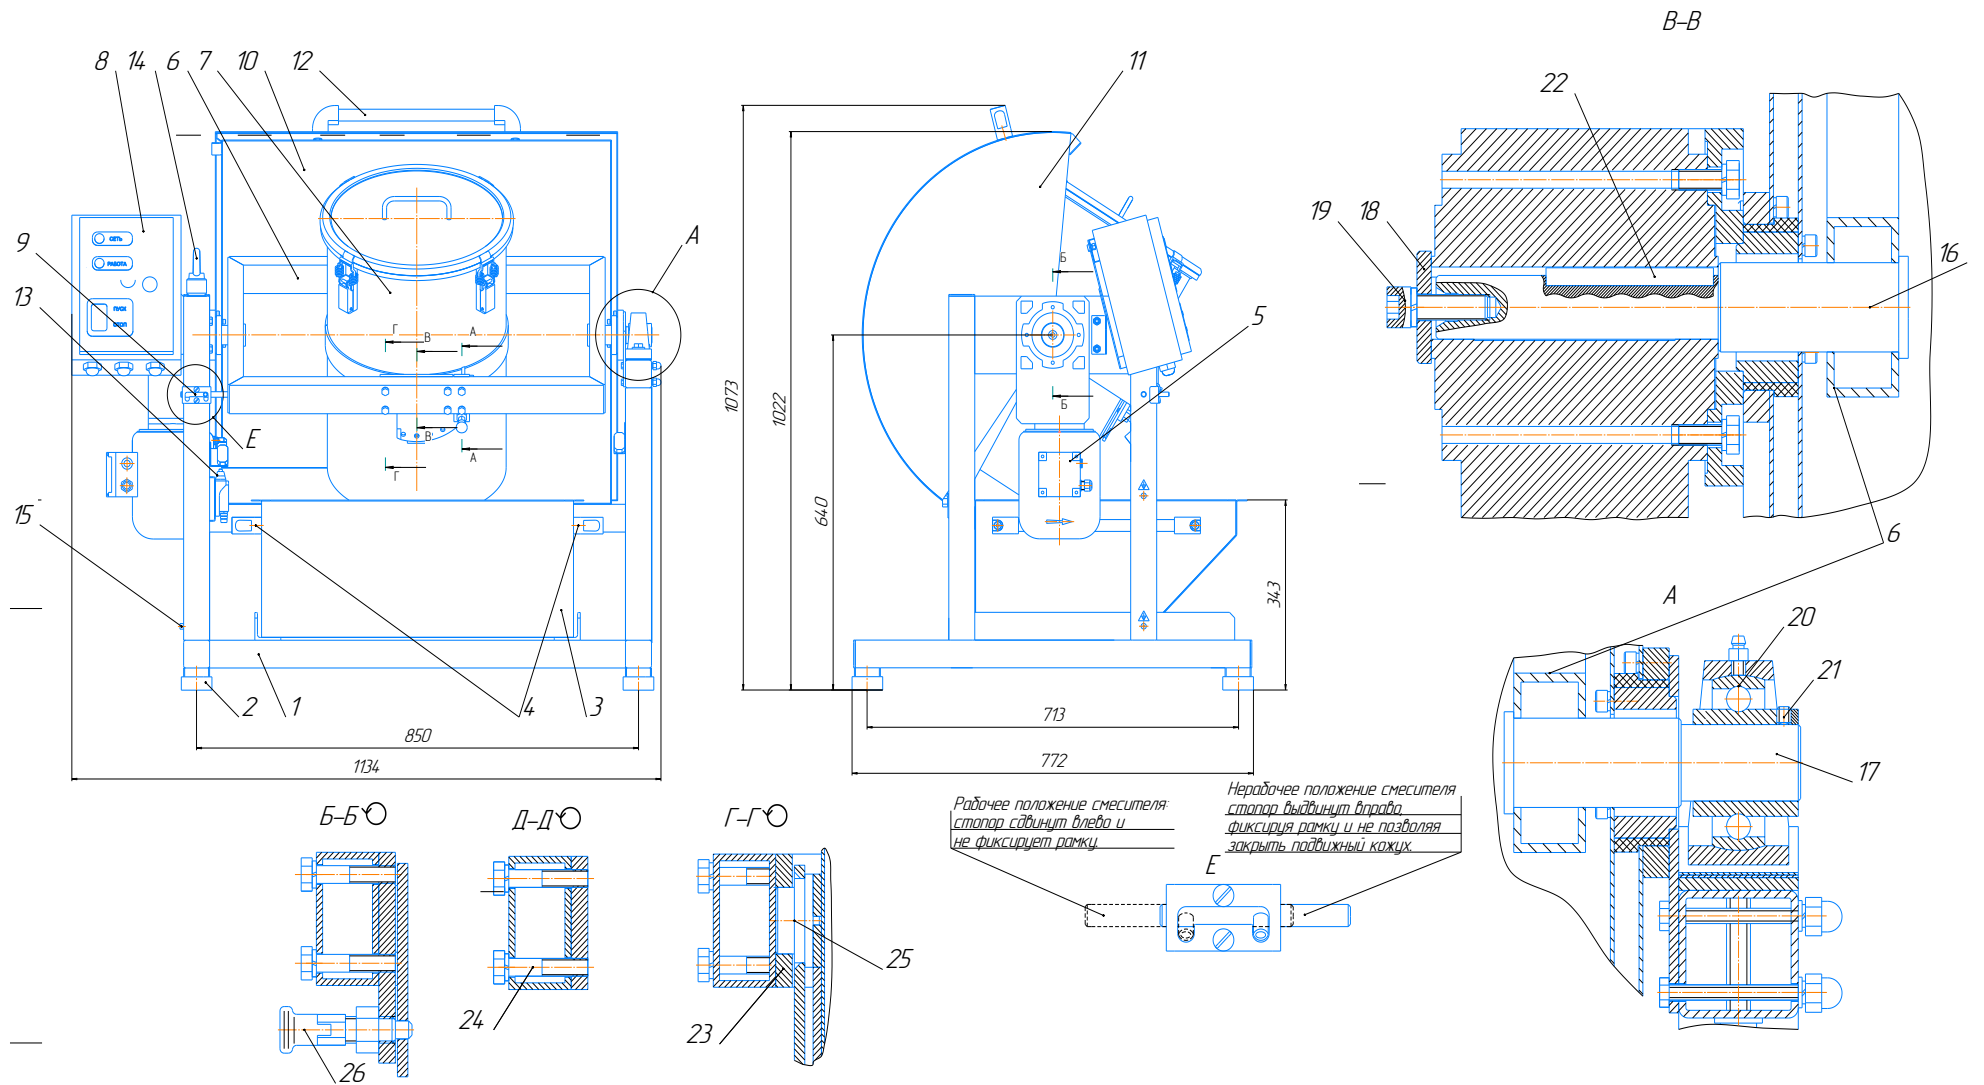

Рис. 1 Смеситель С 50.0 "Пьяная бочка"
Основными составными частями Смесителя (Рис. 1) являются: станина 1, представляющая собой сварную конструкцию и служащая основанием для крепления всех составных частей Смесителя, амортизаторы 2, обеспечивающие устойчивое положение Смесителя на опорной поверхности, короб 3 (с двумя ручками 4), предназначенный для разгрузки перемешанного материала, цилиндрикоконический мотор-редуктор 5, предназначенный для придания вращения рамке 6 с закрепленной на ней бочкой в сборе 7, пульт управления 8, управляющий работой мотор-редуктора, стопор 9, фиксирующий рамку в рабочем и нерабочем положениях, кожух 10 и подвижный кожух 11, закрывающие вращающиеся части Смесителя (рамку и бочку в сборе) для обеспечения безопасности рабочего персонала.
Запуск Смесителя осуществляется при помощи пульта управления 8 (Рис.1). При нажатии кнопки “ПУСК” происходит подача питания на мотор-редуктор (подвижный кожух 11 опущен). Мотор – редуктор приводит во вращение рамку 6 с закрепленной на ней бочкой в сборе 7. Находящийся в бочке материал при ее вращении начинает перемешиваться.
2.1.1 **ВНИМАНИЕ!** Смеситель имеет класс защиты 0I по ГОСТ 27570.0-87. При работе обязательным является заземление Смесителя через клемму защитного заземления 15 (Рис. 1).
- включать Смеситель, не сдвинув стопор 9 влево (см. Рис. 1 вид E);
2.3.3 Зафиксируйте рамку 6 стопором 9, сдвинув его вправо (см. Рис. 1 вид Е);
2.3.8 Установите необходимый наклон продольной оси бочки к оси ее вращения (оси рамки) (15°, 30°, 45°, 60°), пользуясь (см. Рис. 1) фиксатором 26. Оптимальный угол наклона зависит от свойств смешиваемого материала и определяется экспериментально;
2.3.9 Сдвиньте (см. Рис. 1 вид Е) стопор 9 влево;
2.3.15 Сдвиньте (см. Рис. 1 вид Е) стопор 9 влево, придерживая бочку рукой;